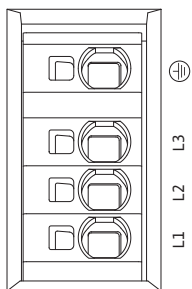

Fig. 31: Effektplintar (nätanslutningsplintar)
- Effektplintar (nätanslutningsplintar) (fig. 31)